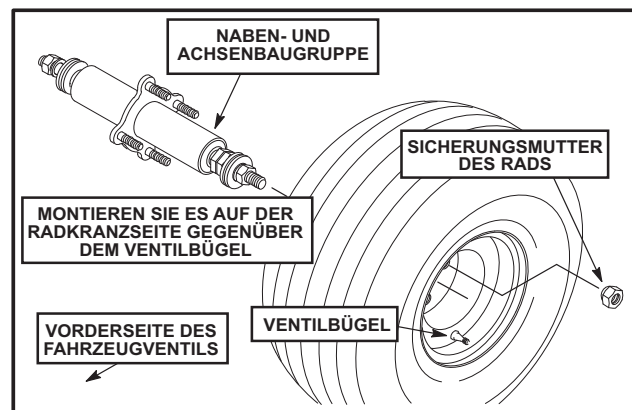

Abbildung 20
2. Montieren Sie Reifen und Radkranz auf Achse und Nabe. Achse und Nabe werden von der Radkranzseite gegenüber dem Ventilbügel eingebaut (siehe Abb. 20). Führen Sie die Montagebolzen der Räder durch die Montagebohrungen und sichern Sie die Verbindung mit vier (4) Radmutter (Teilenummer 805860).